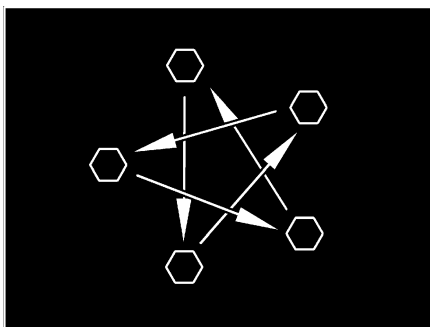

Fig. 185 Apretar las tuercas o los tornillos de las ruedas en forma de cruz
- Comprobar periódicamente que las tuercas o tornillos de las ruedas estén firmemente apretados. Reajustar en forma de cruz (Fig. 185) las tuercas o tornillos después de cambiar una rueda, al cabo de 50 km.
- ▷ Apretar en forma de cruz las tuercas o los tornillos de las ruedas (Fig. 185).